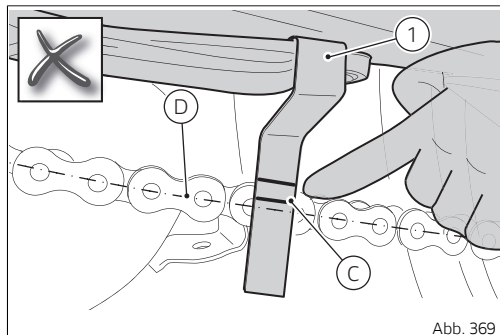

Abb. 369
Überschreitet die Achse (D) der Kettenbolzen nach unten hin die Markierung (C) der Messlehre (1), muss die Kette gespannt werden, (siehe Abb. 369 S.347).